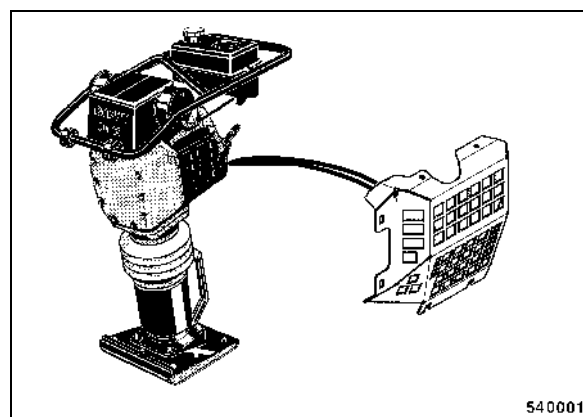

fig. 61
- Déposer le grillage de protection au côté gauche du moteur (fig. 61).